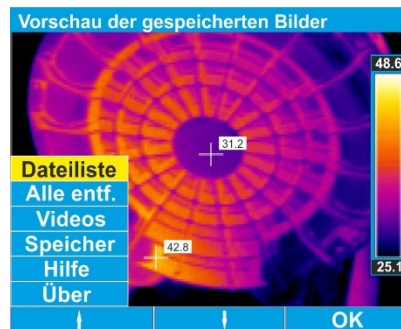

Abb. 25: Datei Menü Parameter Einstellungsbildschirm
- Drücken **F** Taste um die Option "Bild" o der **P** Taste wählen, um die "Video" Option (IR Video auf SD-Karte gespeichert), um am Display unter jenen, werden in der Galerie wählen Sie erinnerte daran (siehe Abb. 25)